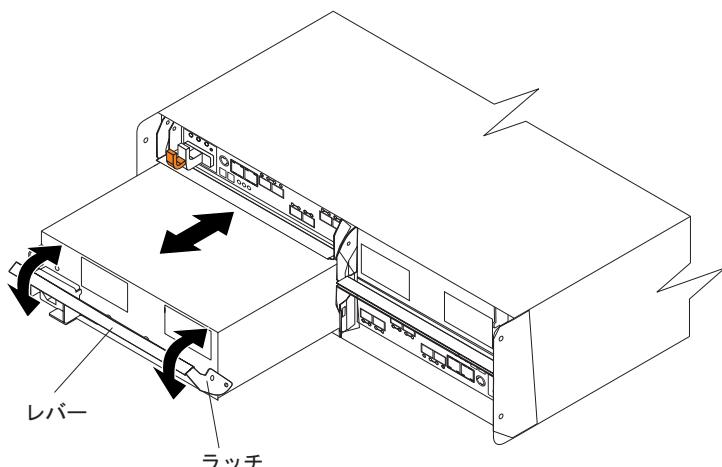

図 22. 電源機構およびファン・ユニットの再取り付け
1. 電源機構およびファン・ユニットをスライドさせてストレージ・サブシステムに入れます。電源機構およびファン・ユニットを再取り付けするために、図 22で示すように各電源機構およびファン・ユニットのレバーがストレージ・サブシステムの内側に向かって開かれていることを確認してください。無理に差し込まないでください。電源機構およびファン・ユニットは、シャーシに正しく差し込まれるように設計されています。
重要: 図 22 に示すように、電源機構およびファン・ユニットをスライドさせてストレージ・サブシステムに入る際、レバーがまっすぐ引き出されていることを確認してください。左右の電源機構およびファン・ユニットは、DS5020 シャーシ内部で反対の方向に取り付けられます。電源機構およびファン・ユニットを電源機構およびファン・ユニットのベイに完全に挿入できない場合は、電源機構ファンを 180° 反転させて再度挿入してください。